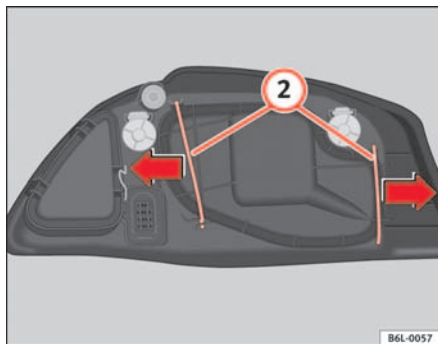

Abb. 144 Glühlampe
- Die Stäbe **2** ⇒ Abb. 144 in Pfeilrichtung herauschieben und den Deckel abnehmen.
- Den Kunststoffdeckel und die Stäbe **2** ⇒ Abb. 144 einsetzen.